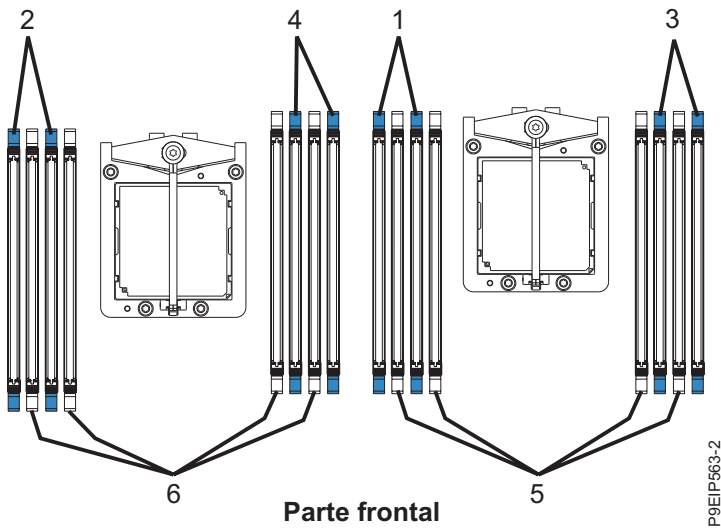

Figura 21. Secuencia de conexión de la memoria de dos procesadores
- Para un sistema con dos procesadores, utilice la Tabla 4 y la Figura 21 en la página 25 para determinar la ubicación de la memoria.